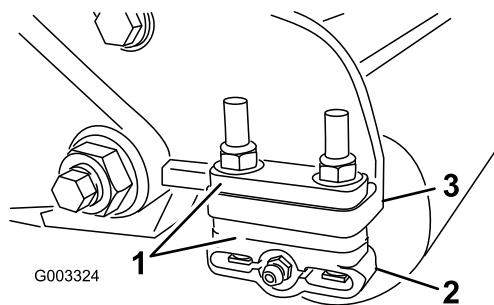

Bild 11
1. Legen Sie die benötigte Anzahl von Distanzstücken unter den Befestigungsflansch der Seitenplatte (Bild 11), um die Halterungen der hinteren Rolle (Bild 11)